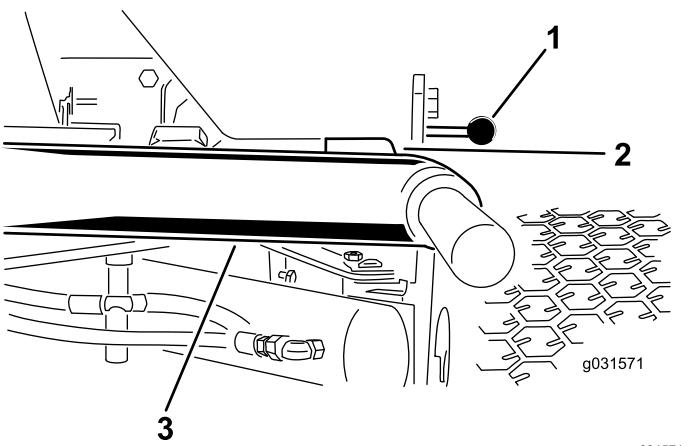

図 12
- エンジンを始動し、昇降アームを上昇させて、各昇降アームとフロアプレートブラケットとの距離が、図 12 のように 5-8 mm になっていることを確認する。